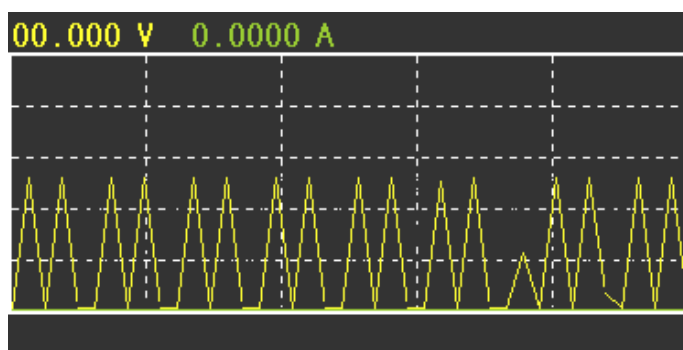

图 4-4
- 波形:如图 4-4 所示，以波形的形式显示当前采样的电压和电流值